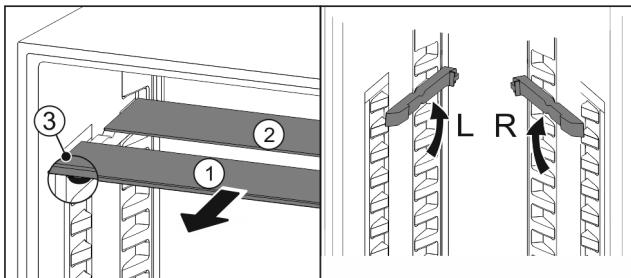

Fig. 131
- ▶ Посьуньте Fig. 131 (1) скляну панель вперед.
- ▷ Скляна панель Fig. 131 (1) з декоративною планкою лежить спереду.
- ▷ Стопори Fig. 131 (3) показують вниз.